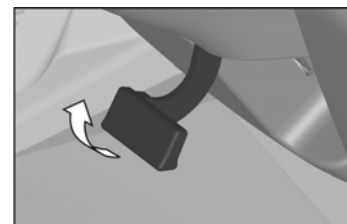

Рис. 5.20. Рукоятка механизма фиксации рулевой колонки
**31 – рукоятка механизма фиксации колонки рулевого управления** (рис. 5.20). При повороте рукоятки на себя происходит ослабление фиксации рулевой колонки, после чего рулевое колесо можно установить в удобное для водителя положение. Фиксация рулевого колеса в этом положении происходит при повороте рукоятки до упора в противоположном направлении.